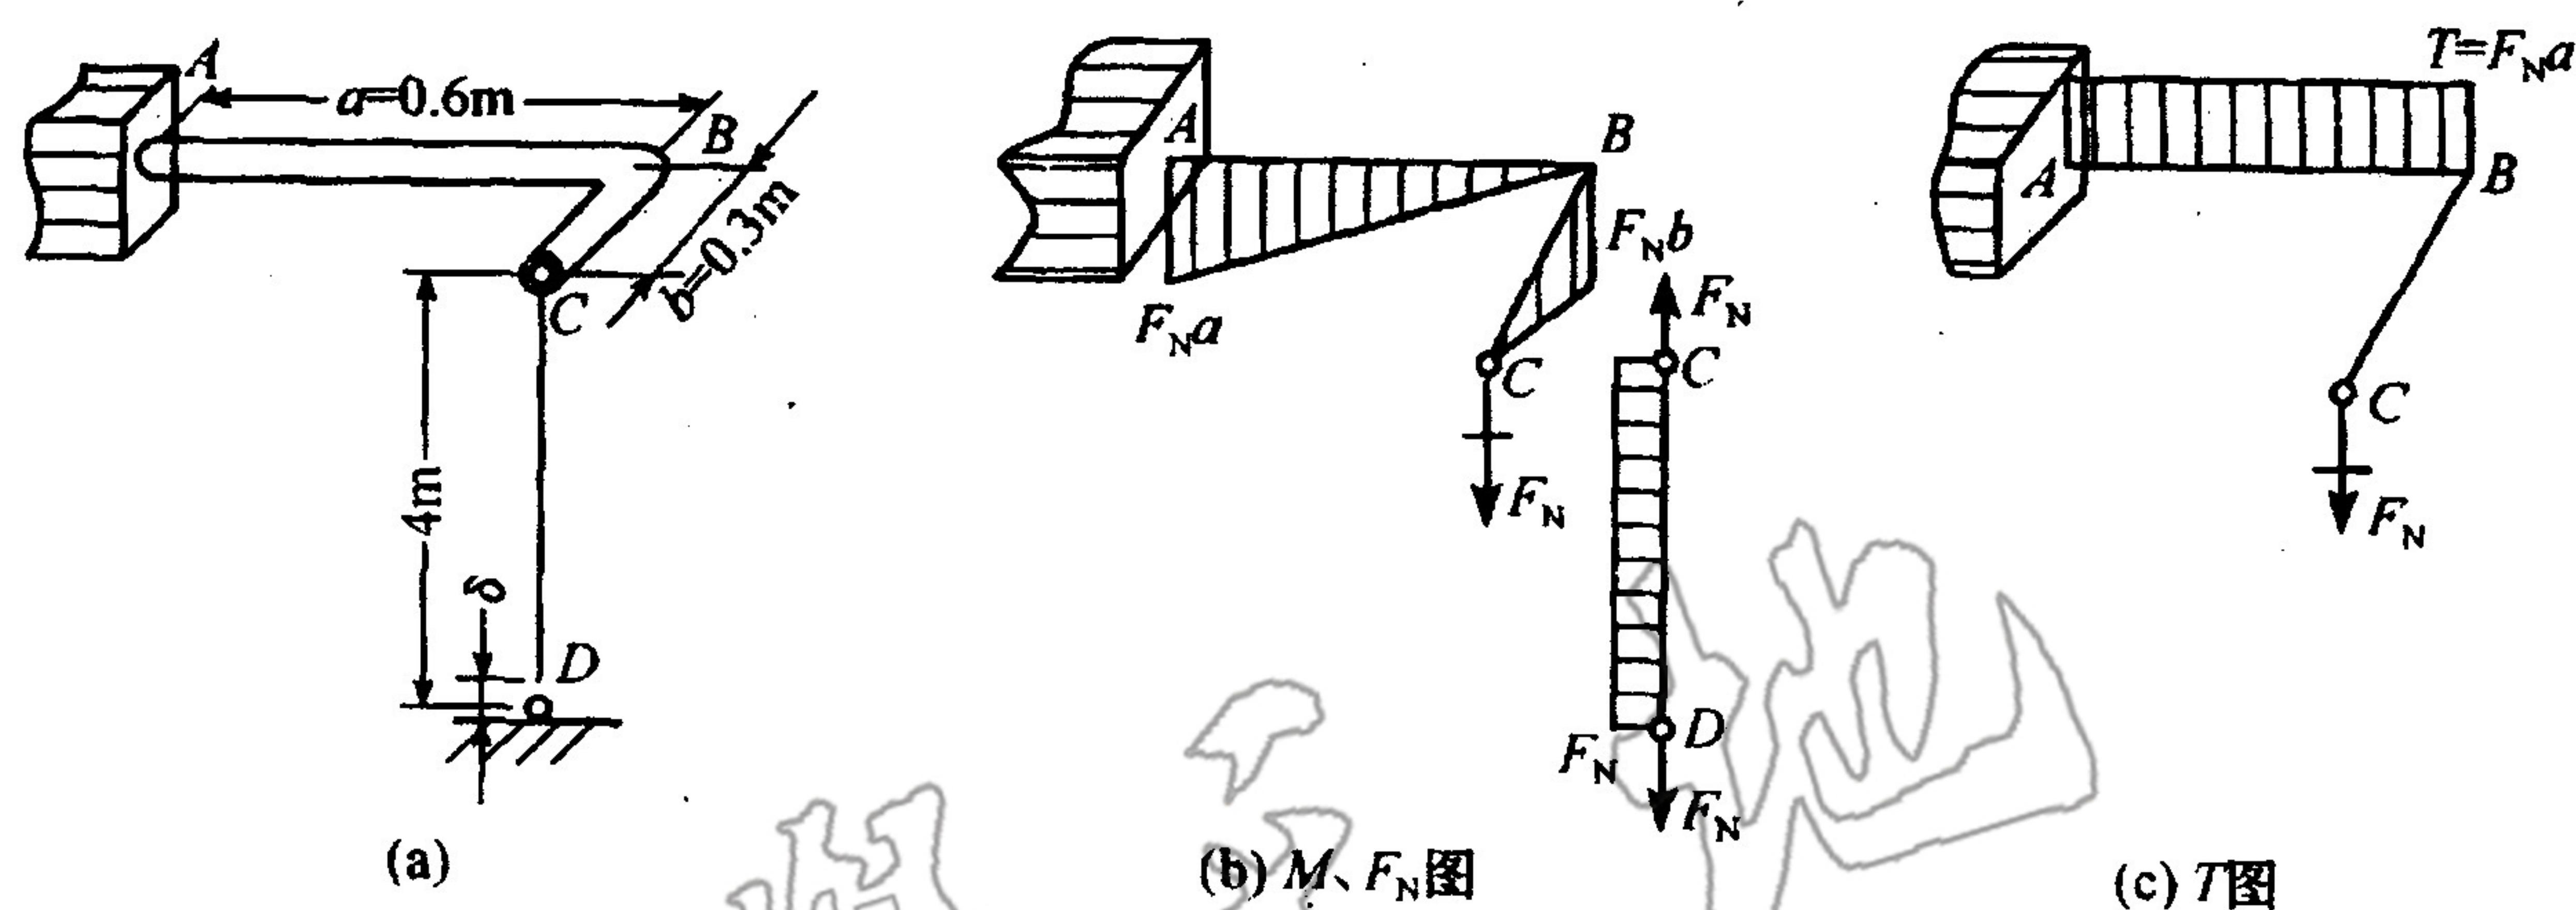

图 8.6
8.6 图 8.6(a)所示，钢杆 AB 的直径为 $d=20\text{mm}$ ，CB 可视为刚性杆，C 端与直径 10mm 的圆杆在 D 点固定相连，但加工时 CD 杆短了 $\delta=25 \times 10^{-4} \times 4\text{m}$ 。钢杆和圆杆为同一材料， $E=200\text{GPa}$ ， $G=80\text{GPa}$ ，AB 杆的 $[\sigma]=160\text{MPa}$ ，当杆 CD 在 D 点连接时，试用第四强度理论校核 AB 杆的强度。(10 分)